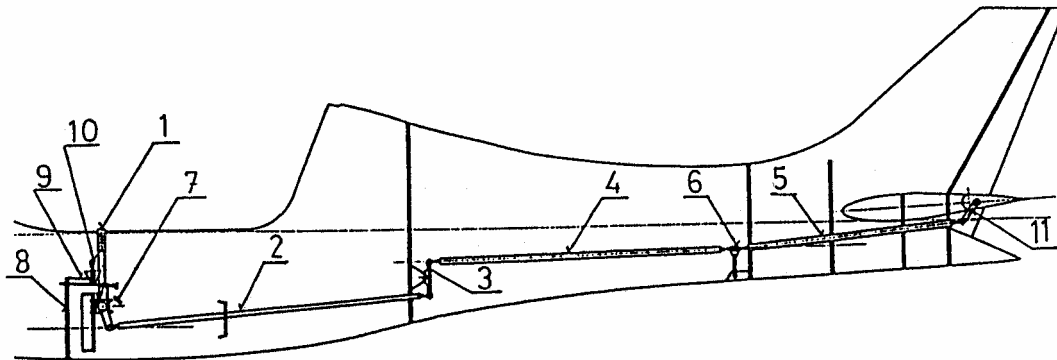

Bild 9: Skizze Höhensteuerung
Der Steuerknüppel (1) in Bild 9 ist in einem zur Längsachse quer gelagerten Torsionsrohr gelagert und sein Ausschlag wird durch Stoßstangen zum Höhenruder weitergeführt. Der Ausschlag der ersten Stoßstange (2) wird durch einen Umlenkhebel (3), der hinter dem Spant des Gepäckraumes gelagert ist, auf die zweite Stoßstange (4) weitergeleitet. Zwischen der zweiten und dritten Stoßstange (5) befindet sich ein Hebel (6) dessen Stützlager an der Rumpfschale einlaminiert ist. Die dritte Stoßstange ist mit dem Ruderhebel (11) verbunden, der mit den beiden Höhenruderhälften verschraubt ist.